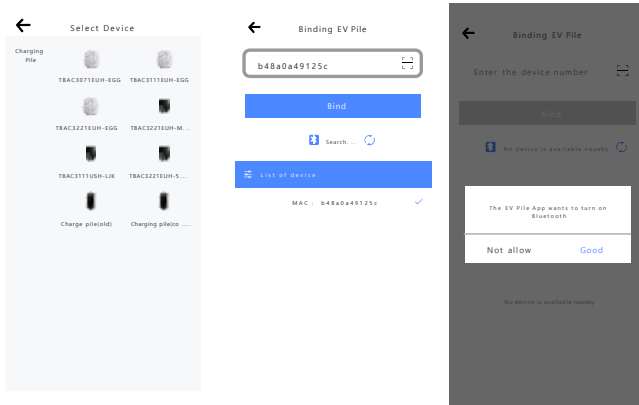

Abbildung 4.1
- a) Klicken Sie auf die Schaltfläche „Gerät hinzufügen“, um die Seite zur Auswahl des Gerätetyps aufzurufen, und wählen Sie den Typ der Ladestation aus, wie in Abbildung 4.1 und Abbildung 4.2 gezeigt.